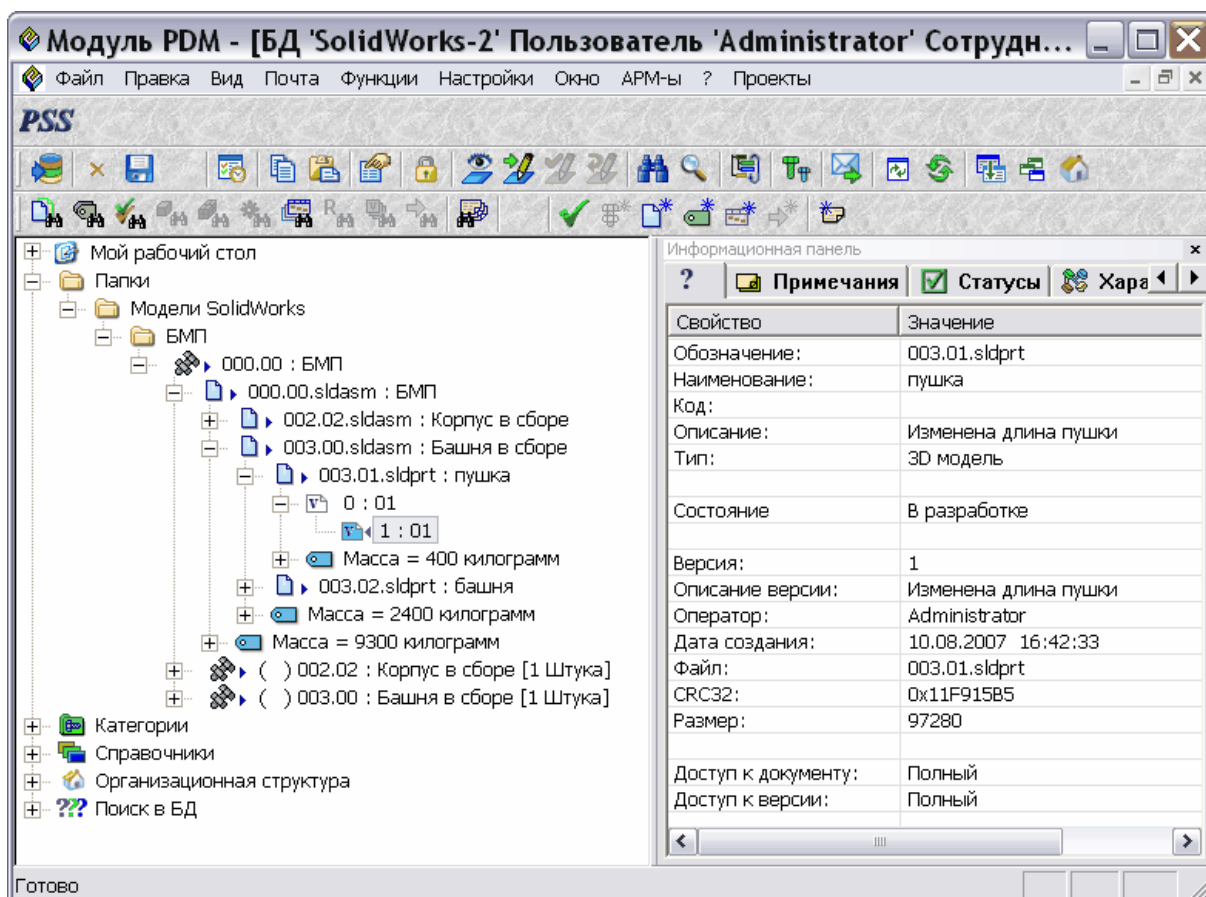

Рис. 54
4. Выделите в левом окне модуля версию документа **1:01**. При этом в правом окне появятся свойства документа и свойства версии (Рис. 54).